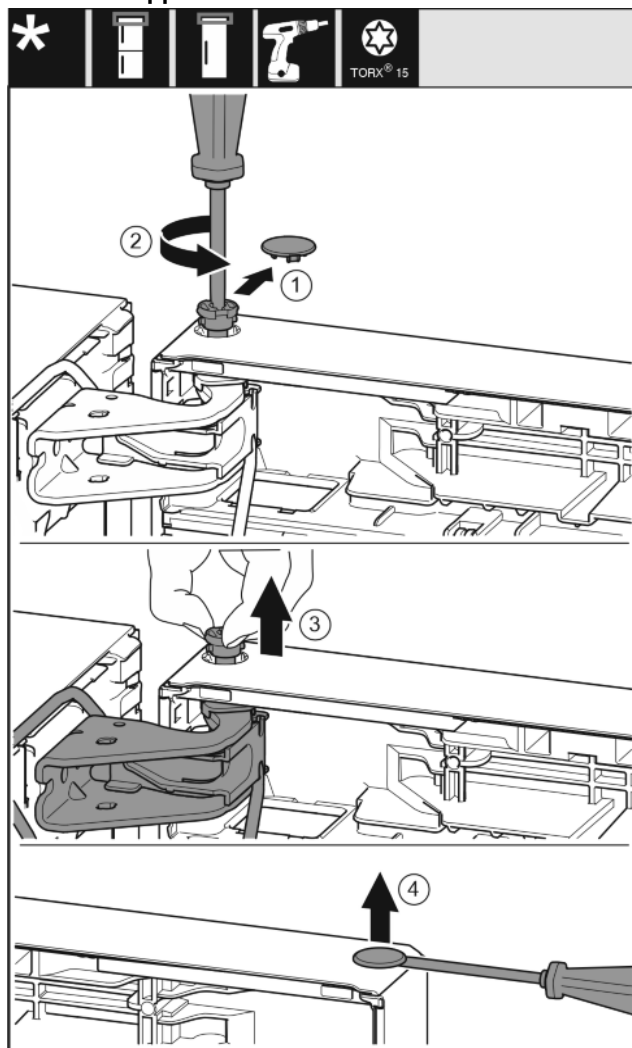

Fig. 18
- Enlever délicatement le cache de sécurité. Fig. 18 (1)
- Dévisser légèrement le boulon avec un tournevis T15. Fig. 18 (2)
- Tenir fermement la porte et sortir le boulon avec les doigts. Fig. 18 (3)
- Soulever délicatement le bouchon en dehors de la douille de palier de porte avec un tournevis plat et le sortir. Fig. 18 (4)